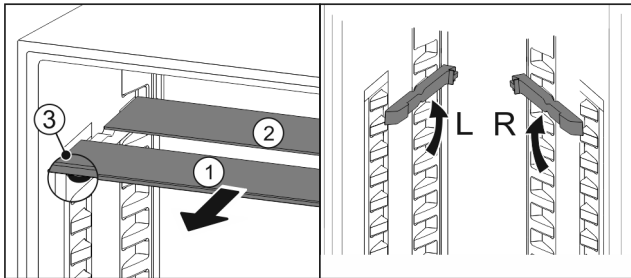

Fig. 70
- ▶ Glasplaten afzonderlijk vanaf de voorkant eruit trekken Fig. 70 (1).
- ▷ Glasplaat Fig. 70 (1) met sierlijst ligt voor.
- ▷ Stops Fig. 70 (3) zijn naar onder gericht. Apparaten met vriesvak:*